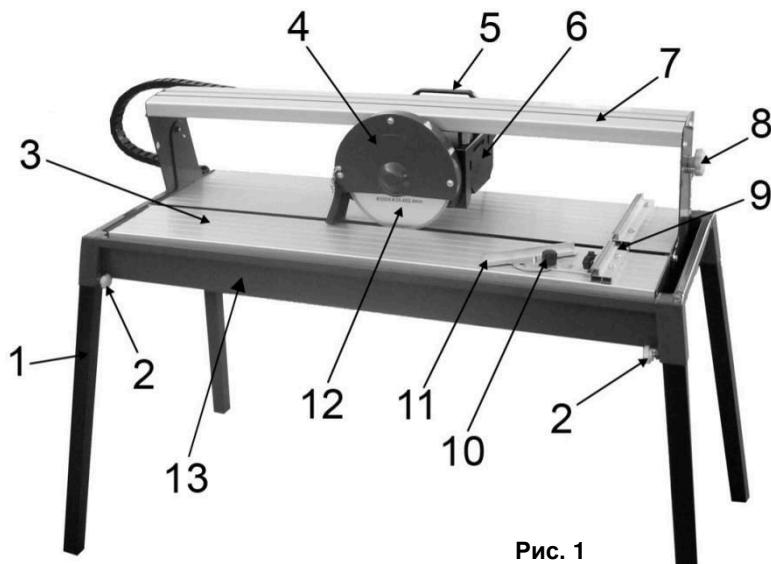

Рис. 1
- Переверните раму поддона (13)(См. Рис.1) вверх дном. Положите ее на ровную поверхность.
- Установите четыре опорные ножки (1)(См. Рис.1) в посадочные места по углам поддона.
- Зафиксируйте их положение винтами (2)(См. Рис.1).
- Установите поддон для воды в основание (13)(См. Рис.1). Зафиксируйте его положение винтами.
- Электрический плиткорез снабжен специальным поддоном (13)(См. Рис.1) для водяного охлаждения отрезного алмазного диска.
- Включите плиткорез, дождитесь максимальной скорости режущего диска, плотно удерживая ручку перемещения электродвигателя (5)(См. Рис.1), произведите резание, плавно перемещая блок электродвигателя и отрезного диска по направляющему мосту.
- Фиксированное движение режущего диска по направляющему мосту (7)(См. Рис.1) по прямой горизонтальной линии обеспечивает ровность реза.
- **Для включения плиткореза:** нажмите на пусковую кнопку зеленого цвета на корпусе электродвигателя (6)(См. Рис.1). Переведите ее в положение «ВКЛ» (ON).
- Ослабьте винты фиксации (8) угла наклона направляющего моста (7)(См. Рис.1; 5).
- Переведите направляющую (7) в наклонное положение, выставив ее на предполагаемый угол реза.
- Установите нужный угол, ориентируясь по шкале (26).
- Зафиксируйте положение направляющей (7), крепко затянув винты фиксации (8).